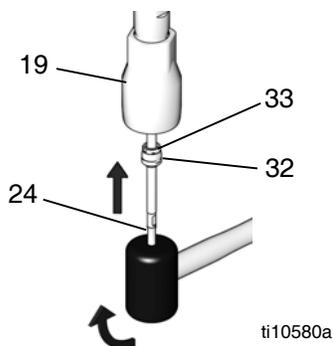

ABB. 24
10. Schmieren Sie die Ansaugkolbenstange (24), und schieben Sie dann das zusammengebaute Ansaugventil auf die Stange. Achten Sie darauf, dass als Erstes die Packungsmutter (33) auf die Stange geschoben wird. Drücken Sie die Ventilbaugruppe an der Stange nach oben, stoppen Sie aber, bevor sie das Ansaugventilgehäuse (19) erreicht. Siehe ABB. 24.
11. Fixieren Sie das Ventilgehäuse (32) mit einem Schraubenschlüssel, während Sie die Packungsmutter (33) mit einem Rollgabelschlüssel festziehen. Das richtige Anzugsmoment entnehmen Sie der folgenden Tabelle. Schlagen Sie mit einem Gummihammer von unten auf die Ansaugkolbenstange (24), bis die Ventilbaugruppe oben anschlägt.